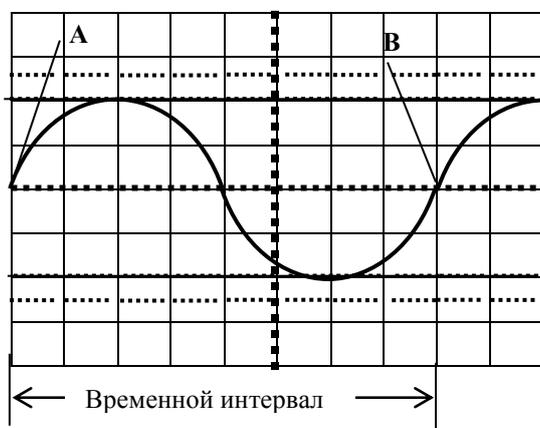

Рисунок 2.9 – Измерение временного интервала
- ручками « $\leftrightarrow$ » и « $\phi$ » (нужного канала) выставьте две точки измерения (А и В) на центральную горизонтальную линию шкалы (рисунок 2.9);